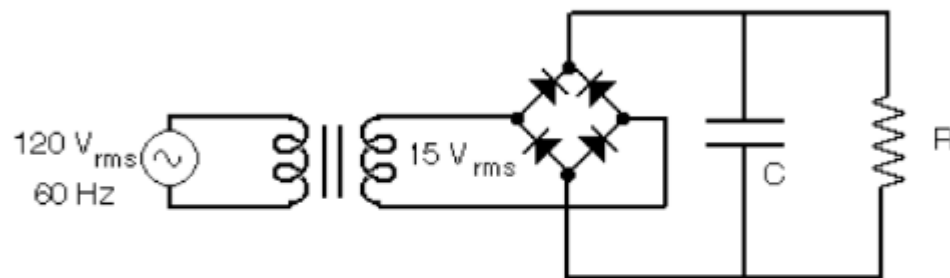

Figura 3. Rectificador de onda completa con filtro capacitivo
4.- En el circuito de la Figura 3, el rectificador de onda completa con filtro capacitivo:
b) Basándose en el diagrama de cableado, indique la forma como va conectar los instrumentos para medir el voltaje en el primario y secundario del transformador, el voltaje en la carga (determinando con la mayor precisión posible el voltaje máximo y mínimo), y la corriente en el secundario del transformador relacionándola con el voltaje en uno de los diodos. Para esta última medición puede utilizar la configuración presentada en detalle en la Figura 3. La resistencia en serie con el secundario del transformador debe tener el valor más bajo disponible (unidades o decenas de ohmios) para producir la menor alteración posible en la magnitud de la corriente por el transformador. Al momento de realizar la comparación de los resultados con los valores teóricos, es conveniente tomar en cuenta que a pesar de que el valor de la resistencia sea pequeño, la inclusión de la misma va a reducir significativamente el valor pico de la corriente. Para cada una de las mediciones indique si el osciloscopio debe estar flotando o no.